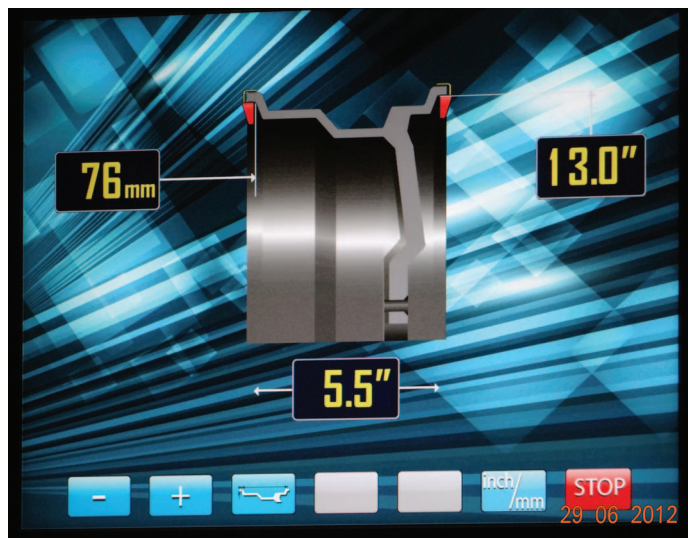

рис.10.2.
При включении питания СБ автоматически устанавливаются исходные параметры " $d$ " и " $b$ ", записанные в памяти СБ, которые можно проконтролировать нажимая кнопку  $A, d, b$  кнопка 3 на рис.10.2.
в исходное положение. При этом экран основного рабочего режима сменится на экран ввода геометрических параметров колеса рис.10.2.
В этом режиме функционируют кнопки "-" и "+" для ввода ширины обода, а также для коррекции диаметра обода и дистанции от корпуса СБ до колеса, если требуется их ручная коррекция. Переключение кнопок "-" и "+" для коррекции диаметра и дистанции осуществляется кнопкой A,d,b (кнопка 3 рис.10.2), при этом корректируемая величина выделяется красным цветом, кроме того кнопка A,d,b позволяет перейти к экрану ввода геометрических параметров из экрана основного рабочего режима.
11.2.1. Введите геометрические параметры колеса как описано в п. 10.2 или 10.4. На экран ввода геометрических параметров отображается стандартная балансировка грузами на пружинках рис.10.2 или 10.4..